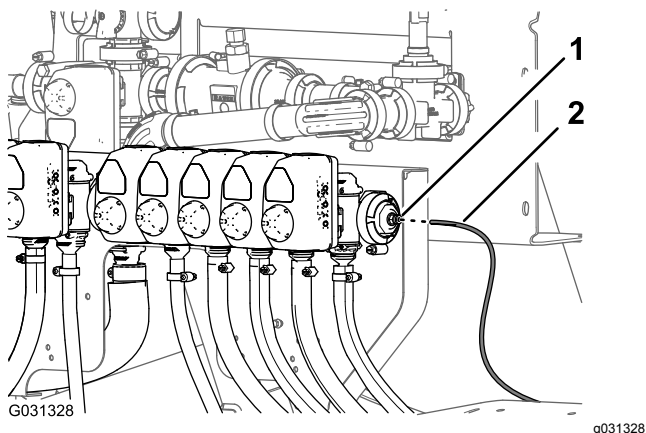

図 145
1. ダッシュボードの水圧計用の水圧検知チューブ樹脂チューブの口を、チューブカップラのロックカラーに合わせる 図 145。
2. 検知チューブをロックカラーに挿入して一番奥まで押し込む 図 145。